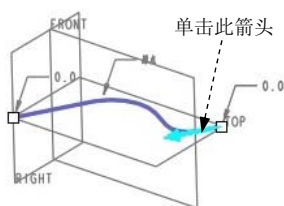
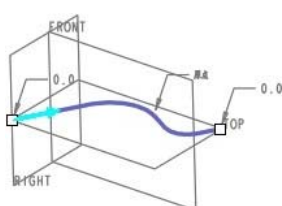

图 5.25.6 切换起点之前
图 5.25.7 切换起点之后
(3) 单击图 5.25.6 所示的箭头，切换扫描的起始点，切换后的扫描轨迹曲线如图 5.25.7 所示。